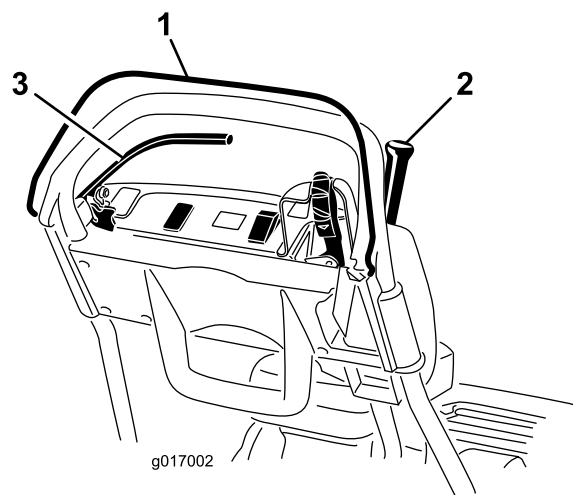

图27
3. 放开操作员到位控制装置后，尝试接合牵引杆（图27）。牵引杆应该不能接合。如果牵引杆能够接合，
4. 压下操作员到位控制装置并接合牵引杆，然后松开操作员到位控制装置（图27）。牵引杆应脱离。如果牵引杆不能分离，则需要对联锁系统进行维修。请在操作之前解决这个问题。请参阅“维修联锁开关”或“调整驱动控制装置”。
5. 压下操作员到位控制装置并将换挡控制杆移至左侧，接合牵引和滚刀驱动装置，然后松开操作员到位控制装置（图27）。牵引杆应脱离。如果牵引杆不能分离，则需要对联锁系统进行维修。请在操作之前解决这个问题。请参阅“维修联锁开关”、“调整驱动控制装置”或“调整滚刀控制装置”。
6. 压下操作员到位控制装置并将换挡控制杆移至左侧，接合牵引和滚刀驱动装置，将换挡控制杆移至右侧，分离滚刀驱动装置（图27）。滚刀驱动装置应分离。如果牵引杆不能分离，则需要对联锁系统进行维修。请在操作之前解决这个问题。请参阅“调整滚刀控制装置”。
2. 压下操作员到位控制装置，接合牵引杆并使发动机控制装置处于启动位置（图27）。尝试启动发动机。发动机不应启动。如果发动机启动了，则需要对联锁开关进行维修。请在操作之前解决这个问题。请参阅“维修联锁开关”。
2. 分离牵引杆，接合刹车并使发动机控制装置处于启动位置（图27）。尝试启动发动机。发动机应该能够启动。如果发动机没有启动，则需要对联锁开关进
3. 发动机运行时，接合刹车（而非手刹），压下操作员到位控制装置并接合牵引杆（图27）。发动机应慢慢减速，但不应熄火。如果发动机快速熄火，则需要对联锁开关进行维修。请在操作之前解决该问题。请参阅“维修联锁开关”。
4. 发动机运行时，接合手刹锁定装置，压下操作员到位控制并接合牵引杆（图27）。发动机应该熄火。如果发动机没有熄火，则需要对联锁开关进行维修。请在操作之前解决该问题。请参阅“维修联锁开关”。